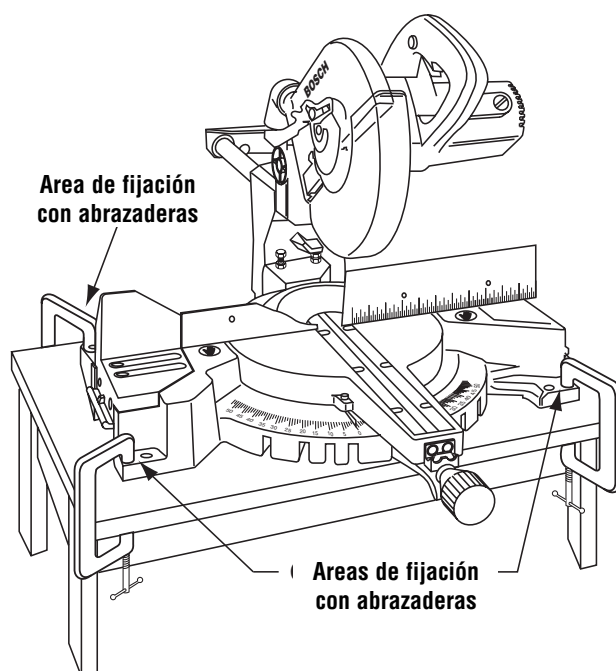

Figura 16. Montaje portátil usando abrazaderas
- Coloque dos (2) o más abrazaderas en “C” en las áreas de fijación con abrazaderas y fíjelas (Figura 16).